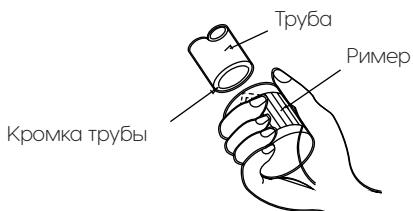

Рис. 25
- Обработайте кромку трубы римером (рис.25).